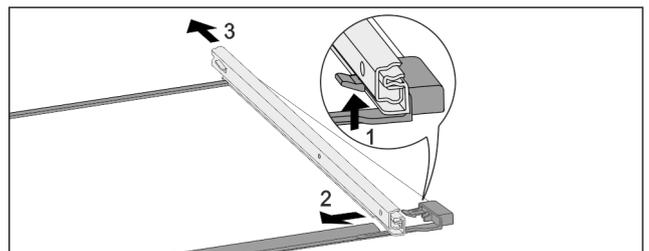

Fig. 82 Ripiano in vetro con guide
- ▶ Premere il gancio di fermo anteriore verso l'alto. Fig. 82 (1)
- Far scorrere la guida estraibile di lato Fig. 82 (2) e verso il lato posteriore Fig. 82 (3).